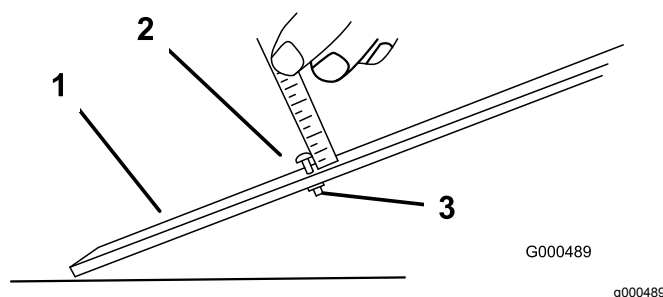

Рисунок 14
- Ослабьте гайку измерительной планки и установите регулировочный болт на требуемую высоту скашивания (Рисунок 14).